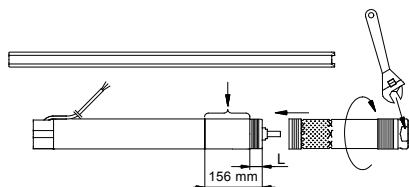

Fig. 6
1. Placér motoren horisontalt i en skruestik og spænd denne. Se fig. 6.
4. Skru pumpedelen på motoren (55 Nm). **Bemærk:** Pumpeakselen skal gå i indgreb med motorakselen. Der må bruges en skruenøgle på pumpedelens spændeflader. Se fig. 6.